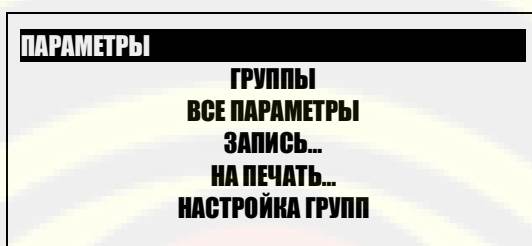

Рис. 2 Меню ПАРАМЕТРЫ
2.1 Меню **ПАРАМЕТРЫ** показано на рис. 2.